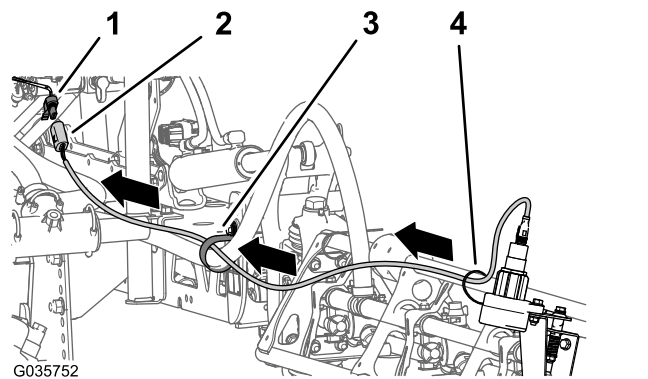

Figura 24
exterior, a través de la abrazadera del soporte y hasta el conector hembra de 4 vías del arnés de cables desde el kit de acabado del brazo Ultra Sonic Boom, hacia el distribuidor del cilindro de elevación (Figura 24).
3. Conecte los conectores de 4 patillas de los arneses de cables de sensor izquierdo y derecho al conector hembra de 4 vías del arnés de cables del kit de acabado de brazo Ultra Sonic Boom (Figura 24) etiquetado SENSOR SÓNICO IZQUIERDO y SENSOR SÓNICO DERECHO.
5. Conecte el cable del sensor al brazo con bridas (Figura 24).